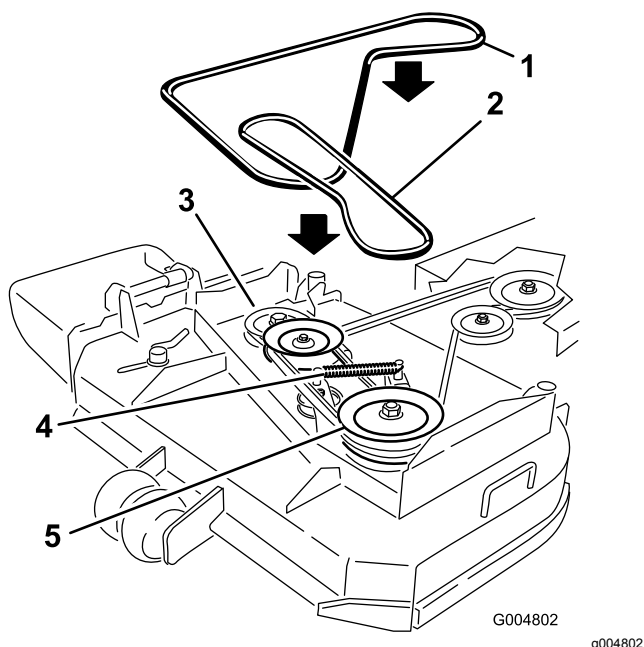

Рисунок 37
6. Отсоедините пружину рычага натяжного ролика, чтобы снять натяжение с натяжного ролика и его рычага, затем снимите изношенный ремень газонокосилки (Рисунок 37).
7. Установите новый ремень газонокосилки вокруг двух наружных шпиндельных шкивов, натяжного ролика и введите в нижнюю канавку шкива с двумя шпинделями (Рисунок 37).
8. Подсоедините пружину рычага натяжного ролика (Рисунок 37).
10. Отрегулируйте направляющую ремня так, чтобы она находилась на расстоянии 3 мм от ремня (Рисунок 37).